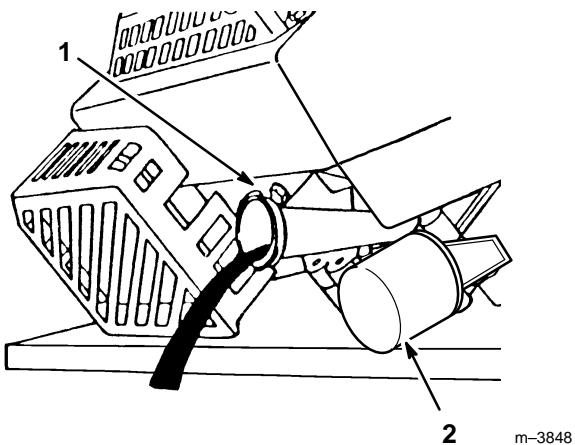

Abbildung 17
- Den Rasenmäher auf die linke Seite kippen und das Öl in die Auffangschale laufen lassen (Abb. 17).
Den Ölfilter (Abb. 17) alle 100 Betriebsstunden bzw. jährlich wechseln, je nachdem, welcher Fall zuerst eintritt.